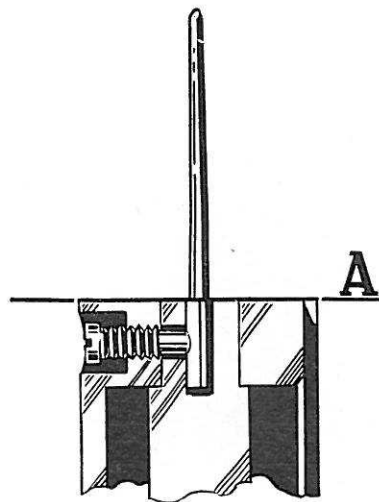

Figure 92. Positionnement de l'aiguille à essence
2. Monter l'aiguille à essence (10) en se référant à la figure 92. La partie cylindrique de l'aiguille doit se trouver au même niveau que le piston.